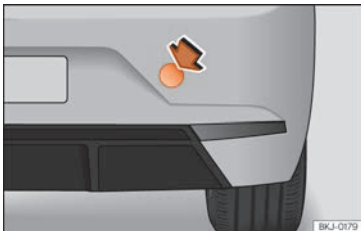

Abb. 49 Auf der rechten Seite des hinteren Stoßfängers: Abdeckung entfernen.
Die Abschleppöse wird in die hinter einer Abdeckung auf der rechten Seite des hinteren Stoßfängers befindliche Aufnahme eingeschraubt »» **Abb. 49**.
- Drücken Sie auf den oberen rechten Bereich der Abdeckung »» **Abb. 49** und klinken Sie diese aus.